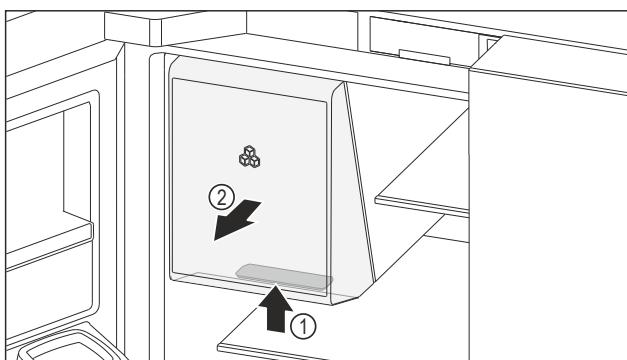

Fig. 159 Изваждане на отделение за съхранение на лед
- ▶ Хванете отдолу вдлъбнатия захват Fig. 159 (1) на отделението за съхранение на лед и едновременно издърпайте напред отделението за съхранение на лед Fig. 159 (2).